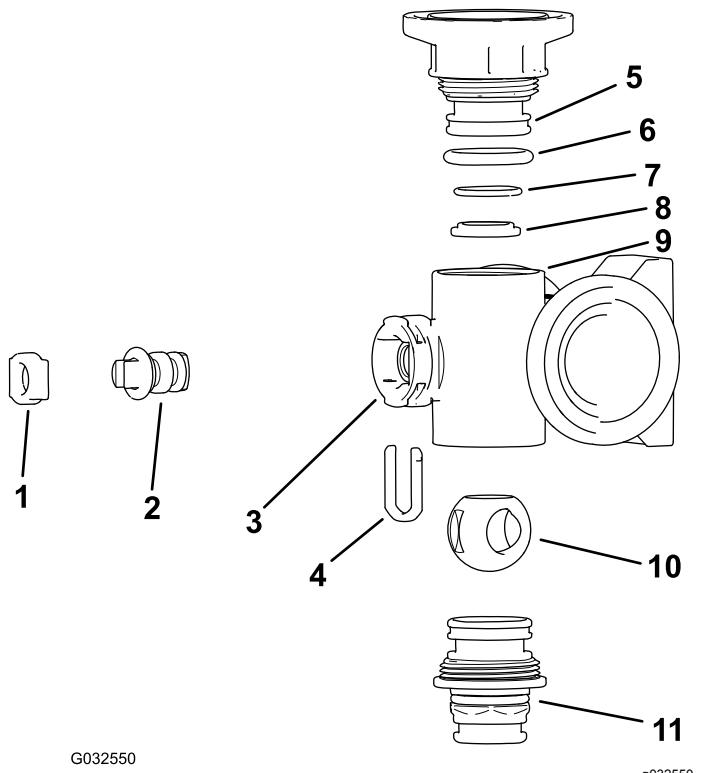
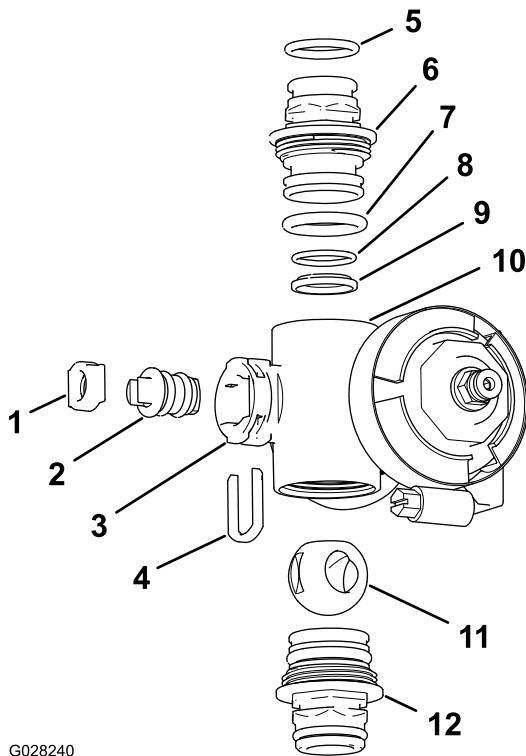

Bild 106
Bild 107
- Nehmen Sie das Endkappen-Anschlussstück und die Schnellkupplung von jedem Ende des Verteilergehäuses ab (Bild 106 und Bild 107).
4. Nehmen Sie den Schafthalter aus den Schlitten im Schaftanschluss im Verteiler heraus (Bild 106 und Bild 107).
5. Nehmen Sie den Schafthalter und den Ventilschaftsockel aus dem Verteiler heraus (Bild 106 und Bild 107).
6. Fassen Sie in das Verteilergehäuse und nehmen Sie den Ventilschaft heraus (Bild 106 und Bild 107).
1. Überprüfen Sie den Zustand der O-Ringe des Auslaufanschlussstücks (nur Abschnittventilverteiler), der Endkappen-O-Ringe, der hinteren O-Ringe und den Kugelsockel auf Beschädigungen oder Abnutzung (Bild 106 und Bild 107).
2. Fetten Sie den Ventilschaft ein und setzen ihn in den Ventilschaftsockel (Bild 106 und Bild 107) ein.
3. Setzen Sie den Ventilschaft und den Sockel in den Verteiler und befestigen Sie den Schaft und den Sockel mit dem Schafthalter (Bild 106 und Bild 107).
4. Stellen Sie sicher, dass die hinteren O-Ringe und der Kugelsockel ausgefluchtet sind und im Endkappen-Anschlussstück sitzen (Bild 106 und Bild 107).
5. Bringen Sie das Endkappen-Anschlussstück am Verteilergehäuse an, bis der Flansch des Endkappen-Anschlussstücks das Verteilergehäuse berührt, drehen Sie dann das Endkappen-Anschlussstück um eine weitere Achtel- bis Viertelumdrehung (Bild 106 und Bild 107).